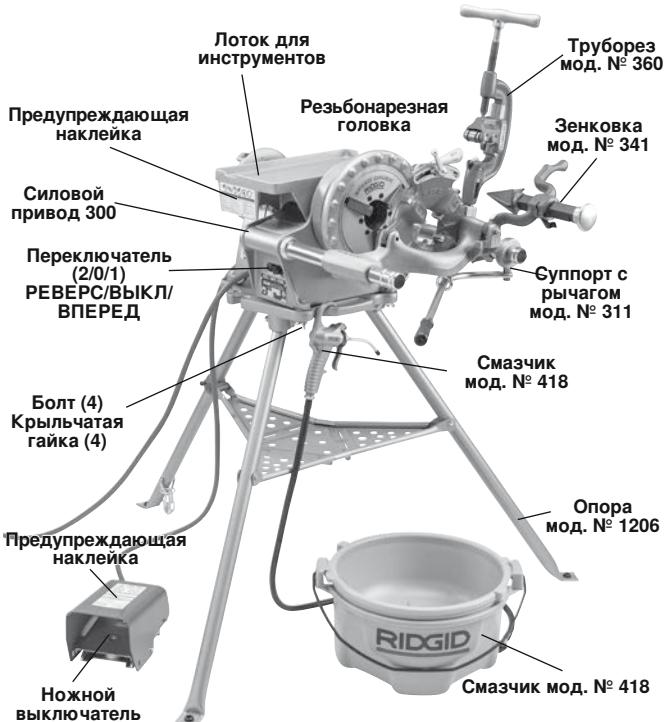

Рис. 2 — Силовой привод мод. №300 укомплектованный
4. Установите силовой привод №300 на опору и закрепите прилагаемыми крепежами (рис. 2).